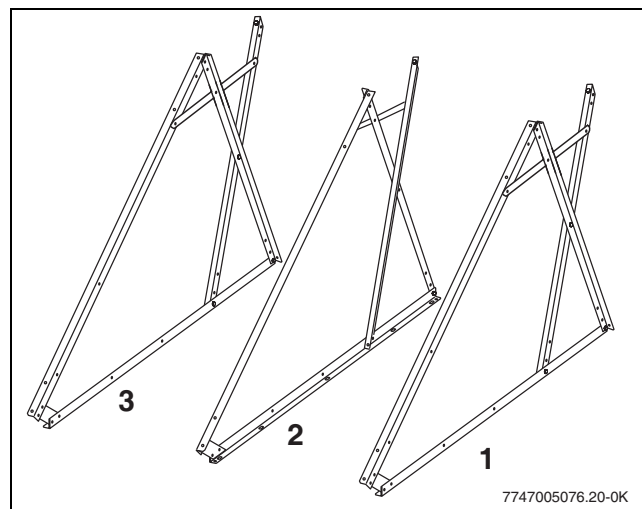

Bild 20 Weitere seitliche Dreiecke montieren
- das mittlere Dreieck (Bild 20, [2]) spiegelbildlich zum ersten [1],
- das linke Dreieck (Bild 20, [3]) wie das erste seitliche Dreieck [1].